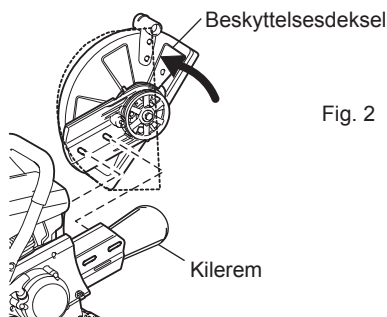

Fig. 2
- Roter beskyttelsesdekslet til posisjonen angitt av den stiplede linjen. Fjern kileremmen og fjern deretter sagbladet fra kappsagen. Reposisjoner grepet. (Fig. 2)